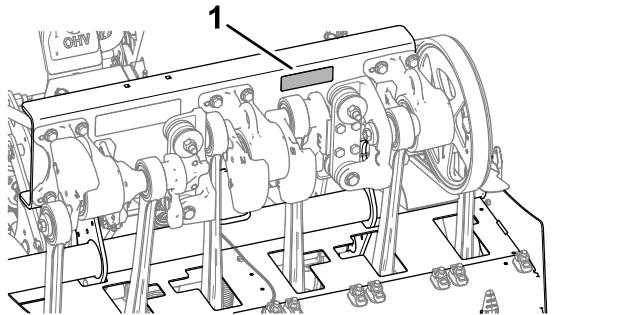

Bild 171
3. Prüfen Sie die Befestigungen des Aerifizierkopfs, des Griffes und der Radmuttern und stellen Sie sicher, dass der richtige Drehmoment beibehalten wird. Die Anforderungen an das Anzugsdrehmoment der Befestigungselemente sind auf dem Aufkleber mit dem Anzugsdrehmoment der Schrauben aufgeführt, der sich auf dem Trägerkanal des Aerifizierkopfs befindet (**Bild 171**).